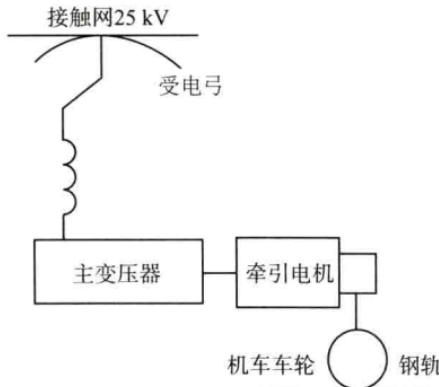

图 1-2 HXD2B 型电力机车基本结构 2
2. 变压器:由于接触网是高压输电,高达 25 kV,不可能直接加在牵引电机上,所以需要变压器进行降压。如图 1-2 所示。